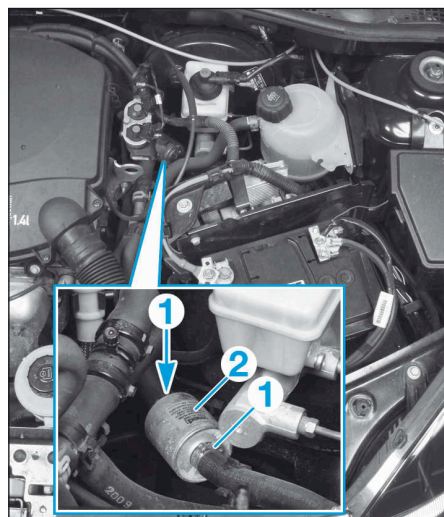

FIG.42
- Déposer les colliers (1) puis le filtre phase gazeuse (2) (Fig.42).